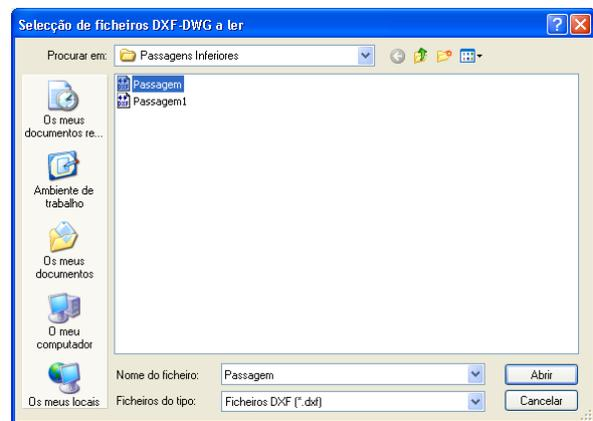

Fig. 1.10
2. Prima o ícone  **Adicionar**. Abrir-se-á a janela **Seleção de máscaras a ler** (Fig. 1.10) e será pedido para seleccionar o tipo DXF ou DWG. Procure o